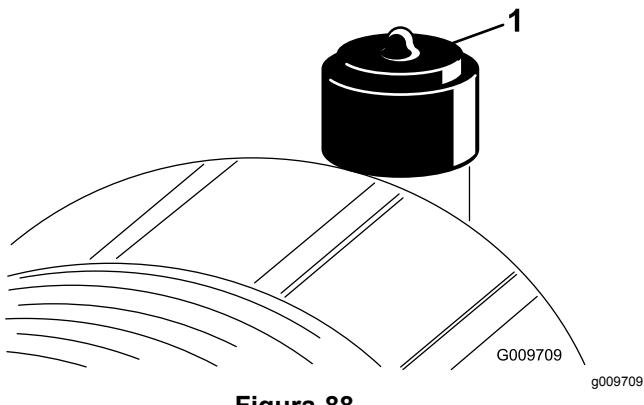

Figura 88
Effettuate la manutenzione del filtro dell'aria quando l'indicatore lo richiede (Figura 88). Sostituendo il filtro dell'aria prima del necessario si aumenta il rischio che la morchia penetri nel motore quando rimuovete il filtro.
2. Se la spia (Figura 88) è rossa, resettatela.